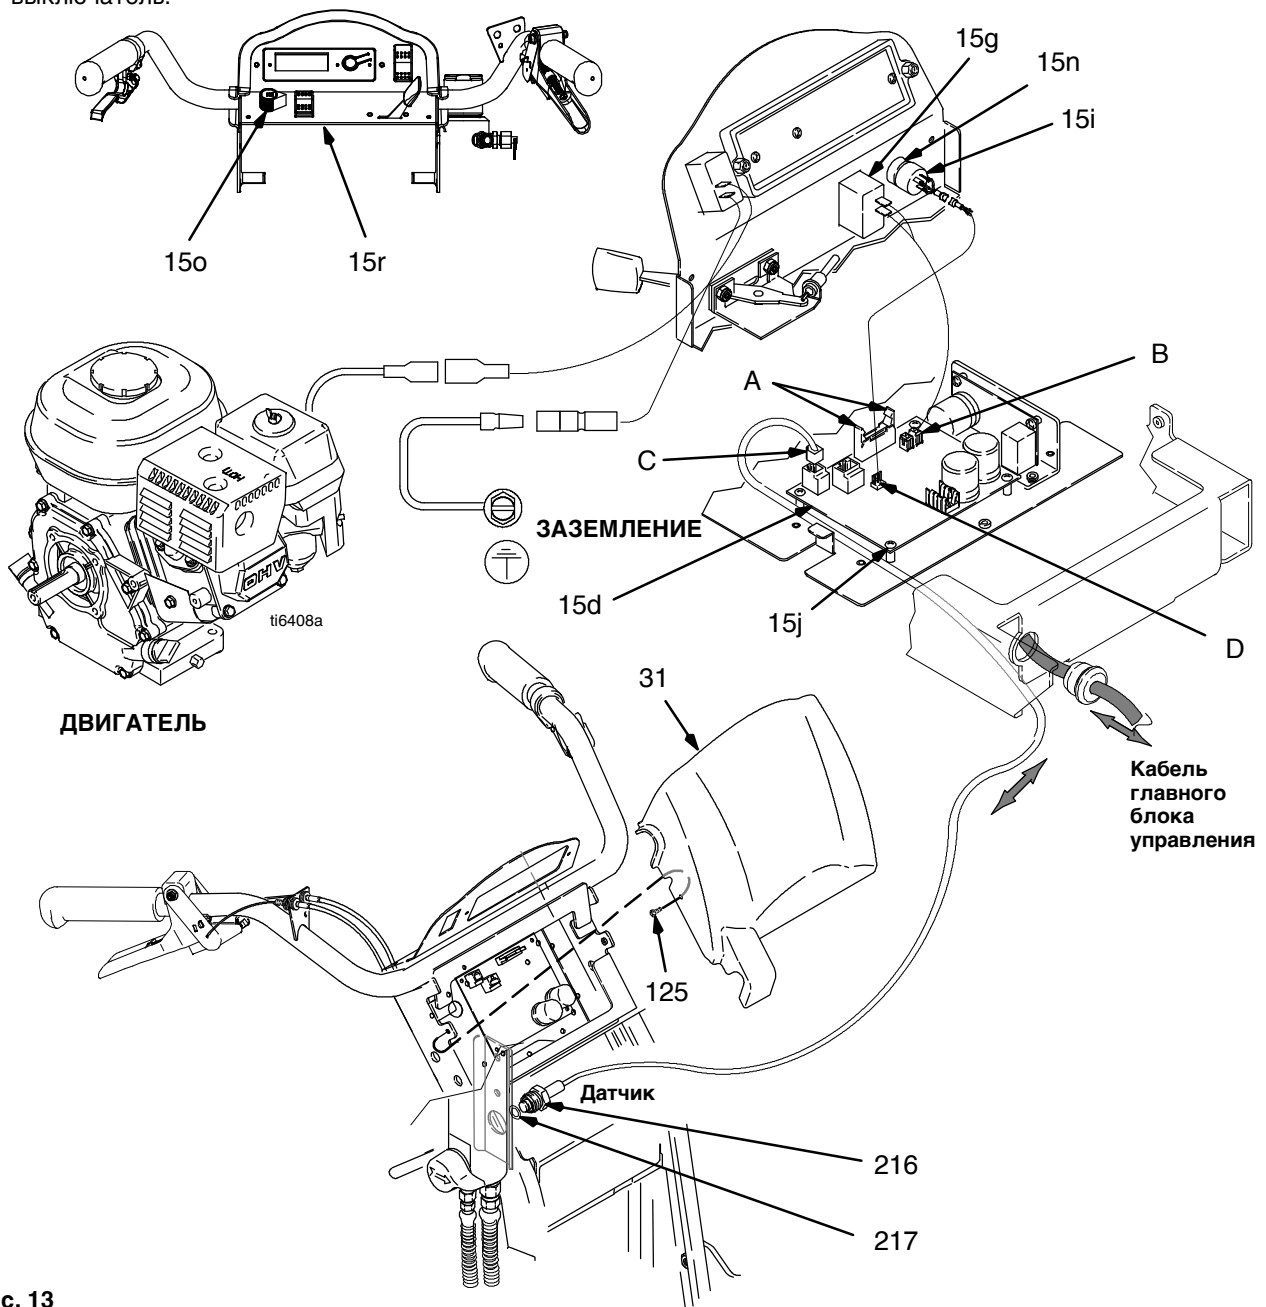

Рис. 13
2. См. Рис. 13. Отверните два винта (125) и крышку (31).
2. См. Рис. 13. Отверните два винта (125) и снимите крышку (31). Разведите защелки разъема дисплея на плате ПК и отсоедините разъем дисплея.
3. См. Рис. 13 и 21. Зарисуйте на бумаге расположение кабельных соединений, подходящих к пульту управления. Отсоедините кабели от пульта управления (15d).
4. См. Рис. 13. Выкрутите четыре винта (15j) из пульта управления (15d).
1. См. Рис. 13. Установите пульт управления (15d) с помощью четырех винтов (15j).
2. См. Рис. 13 и 21. Смотрите зарисовку по расположению кабельных соединений, подходящих к пульту управления. Подсоедините кабели к пульту управления (15d).
3. См. Рис. 13. Подсоедините разъем дисплея к плате ПК, закройте защелку разъема дисплея на плате ПК. Установите крышку с дисплеем (31) и закрепите ее двумя винтами (125).
2. Рис. 13. Выкрутите два винта (125) и снимите крышку (31).
3. Отсоедините кабель датчика (C) от пульта управления (15d).
4. Извлеките датчик регулятора давления (216) и уплотнительное кольцо (217) из корпуса фильтра (40).
1. См. Рис. 13. Установите уплотнительное кольцо (217) и датчик регулятора давления (216) в корпус фильтра (40). Затяните с усилием в 47-61 Нм.
2. Подсоедините кабель датчика (C) к пульту управления (15d).
3. Установите крышку (31) при помощи двух винтов (125).
3. Отсоедините провод (D) от пульта управления (15d).
2. См. Рис. 13. Установите потенциометр регулятора давления (15i), гайку вала, стопорную шайбу и ручку потенциометра (15o).
3. Подсоедините кабель (D) к пульту управления (15d).
4. Установите крышку (31) при помощи двух винтов (125).